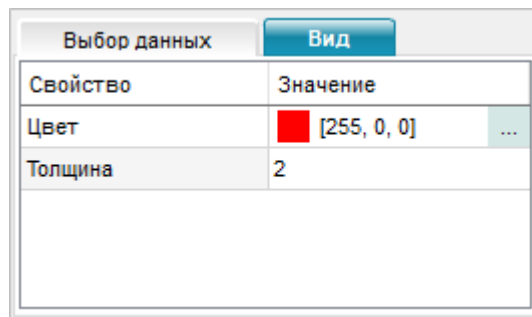

Рис. 253
18.13.8.7. Вкладка «Вид» для графиков показана на рис. 253.